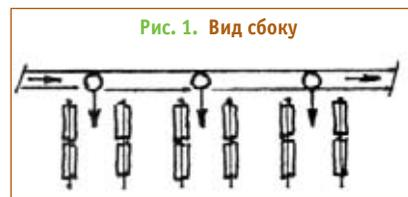

Рис. 1. Вид сбоку
1. Стандартная голландская система для шампиньонных камер с двумя и более воздуховодами (рис. 1)